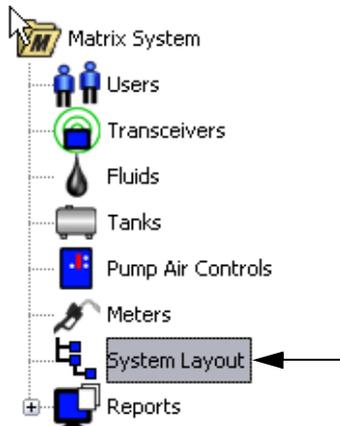

ABB. 90
- Um das Setup-Hauptfenster für das Systemlayout aufzurufen, wählen Sie aus der Liste im Matrix-Systembereich **Systemlayout** aus (ABB. 90). Bevor Sie das Systemlayout einrichten, müssen Sie zunächst Tanks (Seite 61) und Zähler (Seite 70) hinzufügen.